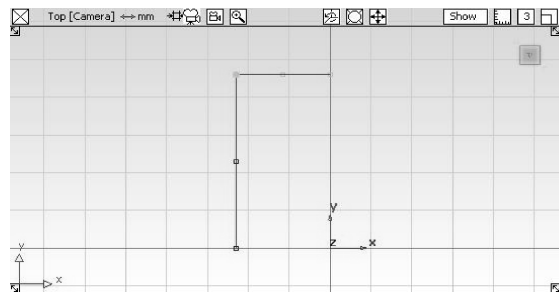

图 8-6 创建曲线
- 06 选择【Line】工具，在【Top】正交视窗上，按住键盘上的【Ctrl】键，将新建曲线的起点捕捉到刚刚创建曲线的上部端点，然后按住鼠标中键向右侧平移，同时按下键盘上的【Alt】键，使曲线的终点位于【Top】正交视窗的垂直坐标轴上，如图 8-6 所示。